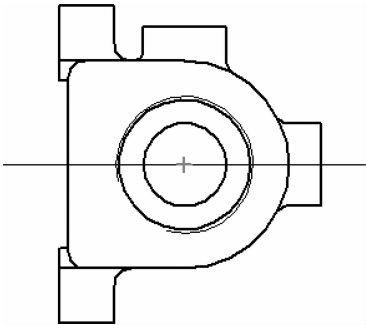

图 9-215 绘制剖切线
(2) 弹出【切割平面】命令条后，单击图形区域的俯视图，系统自动进入【切割平面线】绘制环境，采用系统默认的直线绘图工具绘制如图 9-215 所示的直线作为剖切线。然后单击  【关闭切割平面】按钮即可返回工程图环境。